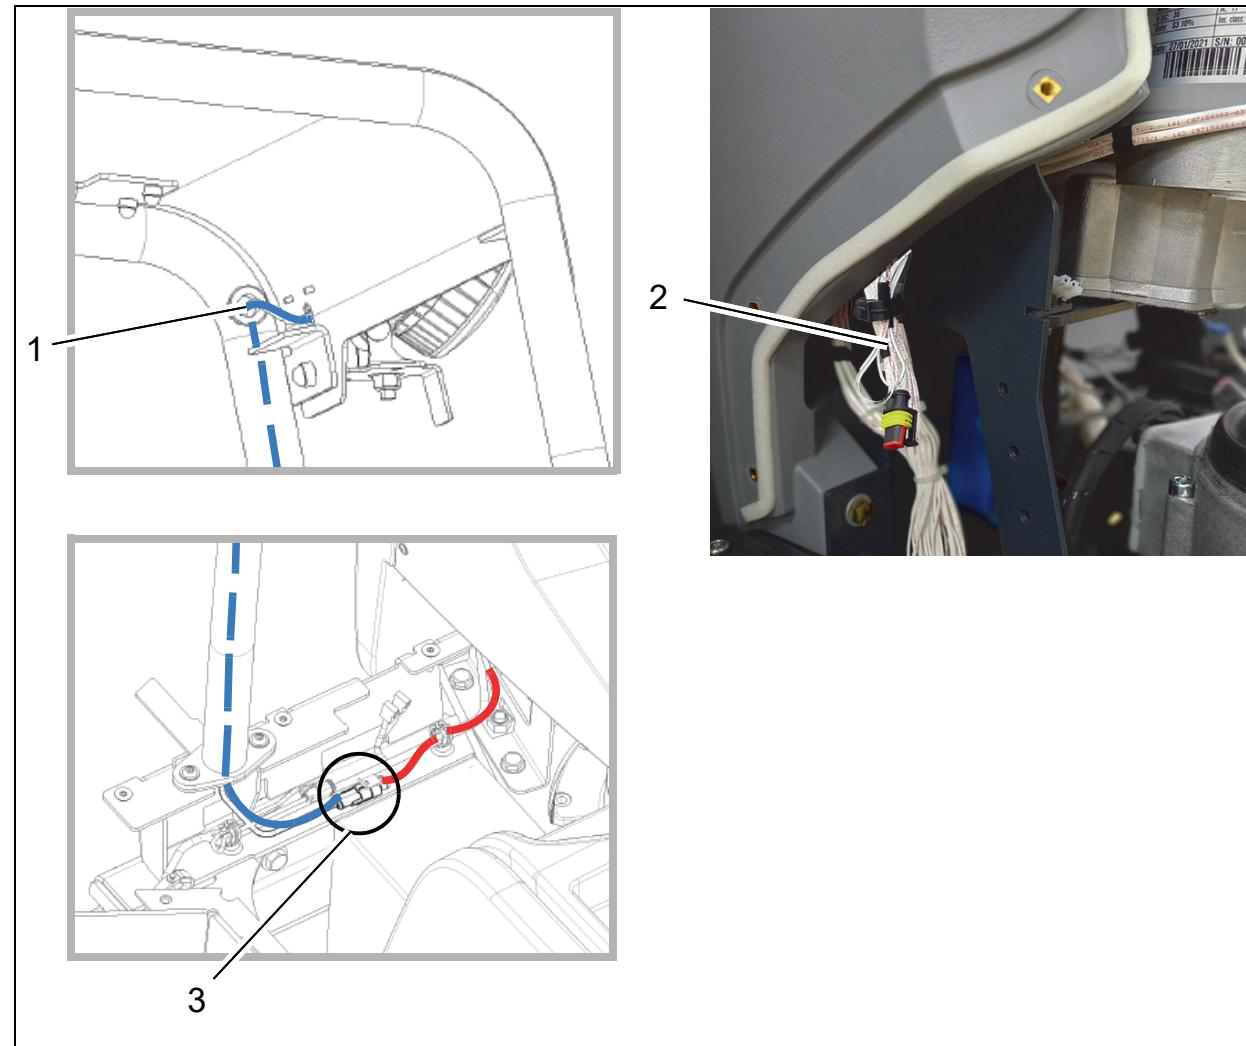

Abb. 3
2. Kabelbaum W72 durch den linken vorderen Holm des Fahrerschutzdachs nach unten führen (Abb. 3/1).
3. Kabelschlaufen (Abb. 3/2) von Stecker E14/Kabelbaum W3 lösen.
4. Stecker E14 nach unten links verlegen und mit dem Stecker XE14/Kabelbaum W72 verbinden (Abb. 3/3).